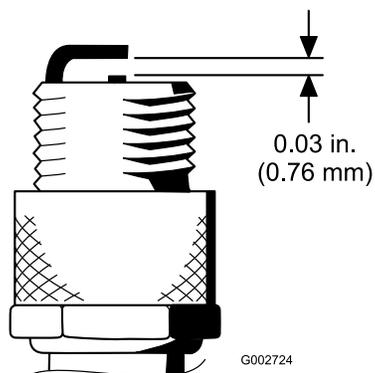

Figura 32
- Ajuste a folga existente entre a zona central e lateral do eletrodo para 0,76 mm, como se mostra na Figura 32.